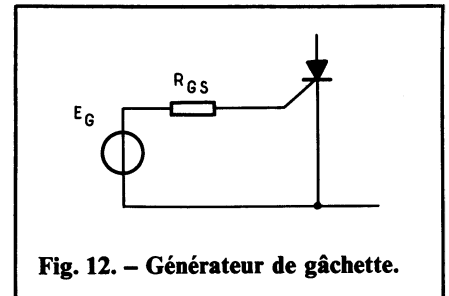
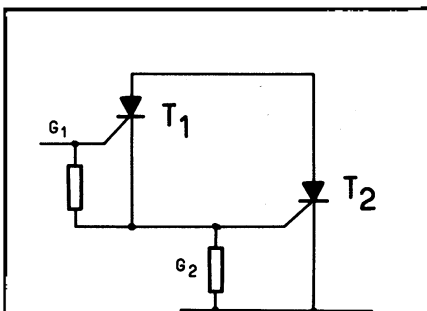

Fig. 12. - Générateur de gâchette.
Fig. 13. - Darlistor - Schéma de principe. Le thyristor d'amorçage auxiliaire T_1 , intégré sur la pastille du thyristor principal.
Si l'on fait croître lentement le courant de gâchette, on remarque que le thyristor fonctionne d'abord en « transistor » puis il bascule. Lorsque le thyristor commute de la puissance, il est indispensable que la mise en conduction par la gâchette se fasse le plus rapidement possible pour éviter une détérioration par point chaud. Autrement dit, pour qu'un thyristor résiste à une variation rapide di/dt du courant d'anode au moment de l'amorçage, il faut l'amorcer vite (le temps de montée t_{GR} de l'impulsion de courant gâchette doit être faible) et très fort (l'amplitude du courant de gâchette doit être élevée). Dans ce cas, la tension d'amorçage en régime transistor peut être bien plus élevée que la valeur statique V_{GT} définie précédemment. On peut choisir pour E_G (figure 12) une valeur voisine de 20 V.
• Au moment de l'amorçage, le thyristor T_1 (figure 13) conduit d'abord et injecte un courant élevé dans la gâchette G_2 du thyristor principal T_2 . Le potentiel de cathode du thyristor auxiliaire T_1 augmente (et donc celui de sa gâchette) pendant la mise en conduction et du courant peut être réinjecté dans le circuit de commande par G. Il est donc souhaitable d'amorcer le Darlistor à partir d'une tension E_G (figure 12) suffisamment élevée pour éviter des perturbations.